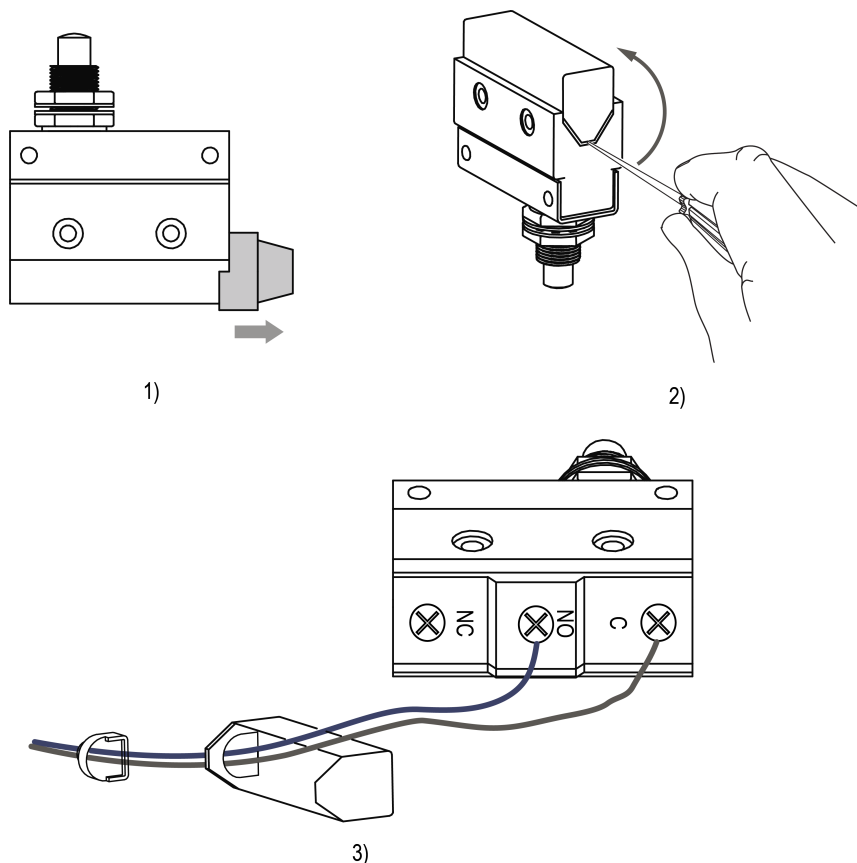

Рисунок 5.2 – Последовательность подключения
1. Снять кабельный ввод (см. рисунок 5.2, 1).
2. Подцепить отверткой угол кабельного канала и отделить его от корпуса концевого выключателя (см. рисунок 5.2, 2).
4. Продеть подготовленные кабели через отверстия ввода и кабельного канала (см. рисунок 5.2, 3).